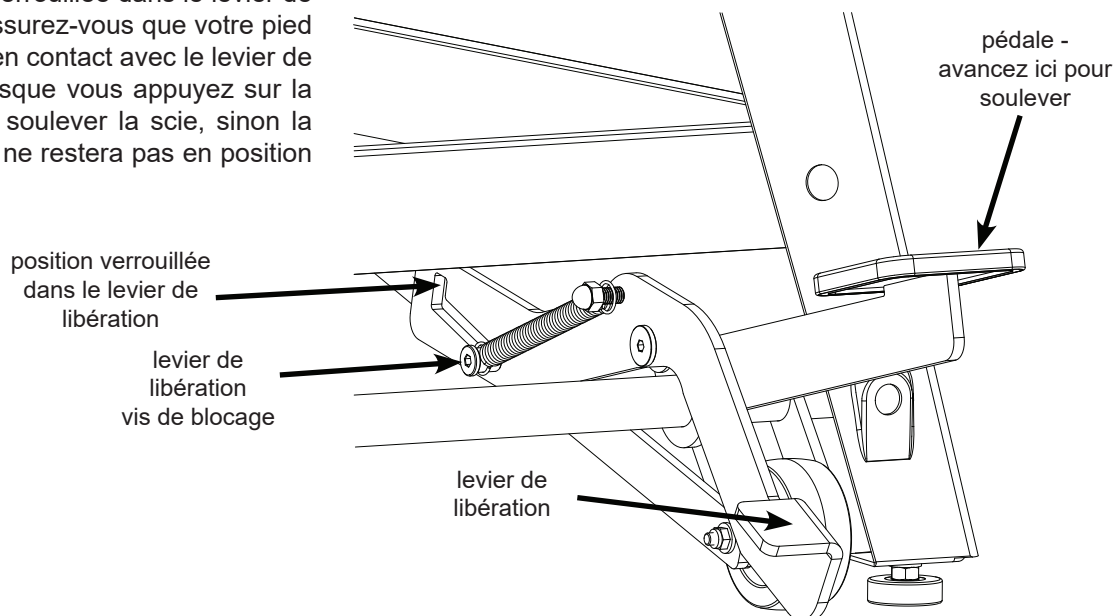

Fig. 17
1. Pour déplacer votre scie avec la base mobile, appuyez sur la pédale pour relever la scie du sol et sur les roues (voir fig. 17). Appuyez sur la pédale jusqu'à ce que la vis de verrouillage du levier de libération glisse en position verrouillée dans le levier de libération. Assurez-vous que votre pied n'entre pas en contact avec le levier de libération lorsque vous appuyez sur la pédale pour soulever la scie, sinon la base mobile ne restera pas en position relevée.